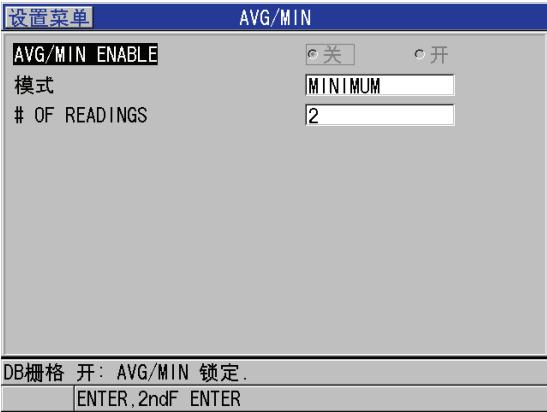

图 10-16 打开平均值 / 最小值测量对话框
- 3. 在 **AVG/MIN** （平均值 / 最小值）屏幕中 （参见第 132 页的图 10-16 ）：